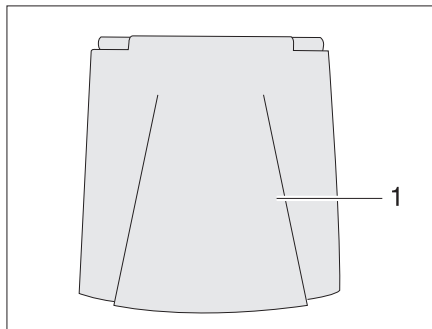

Fig. 34 Raccordement 230 V du portillon extérieur
- Ouvrir:* ■ Basculer le portillon extérieur (Fig. 34,1) vers le haut.
- Fermer:* ■ Faire basculer vers le bas le portillon extérieur (Fig. 34,1) et le fermer.